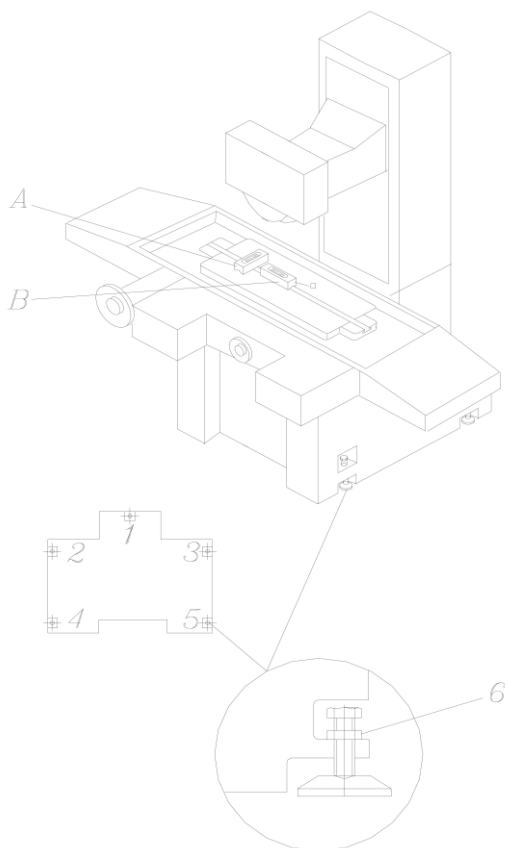

Рис. 4.5
(1): На Рис.4.5 показана схема проверки. Убедитесь, что стол станка находится в среднем положении. Поместите точный уровень на столе станка, в двух взаимноперпендикулярных положениях, сначала в поперечном (А), затем в продольном (В).
(7): Если пузырь уровня в пункте (5) и/или (6) смещается больше чем $0,02/1000$ мм, пожалуйста, повторите еще раз последовательность действий (1), (2), (3) и (4).